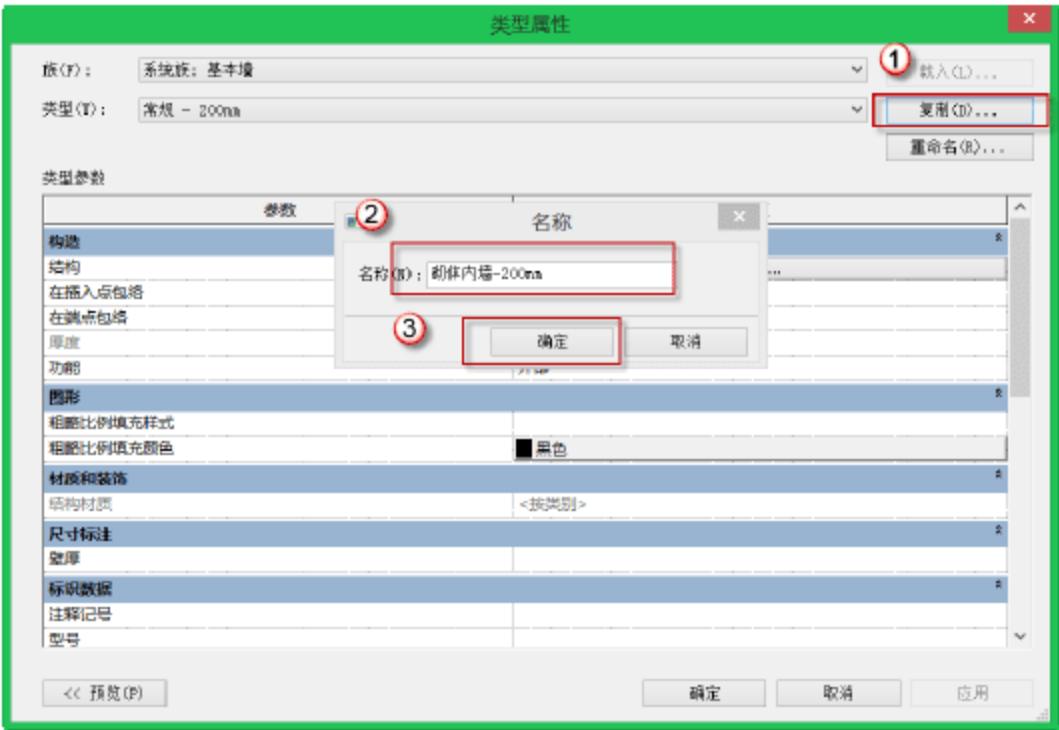

图 10.2.1 复制创建“砌体内墙-200mm”族类型
(1) 打开“基本墙”族。选择“建筑”→“墙”→“墙：建筑”命令，也可以直接按快捷键 W+A。选择“基本墙”族，在“属性”面板中选择“基本墙”→“常规 200mm”选项（注意当前列表框中有 3 种墙族，即叠层墙、基本墙、幕墙），此步骤与“一层红色砌体外墙-300mm”族类型设定步骤（1）相同。
(2) 复制创建“砌体内墙-200mm”族类型。单击“属性”面板中的“编辑类型”按钮，在弹出的“类型属性”对话框中单击“复制”按钮，在弹出的“名称”对话框中输入“砌体内墙-200mm”作为新类型名称，单击“确定”按钮返回“类型属性”对话框，如图 10.2.1 所示。